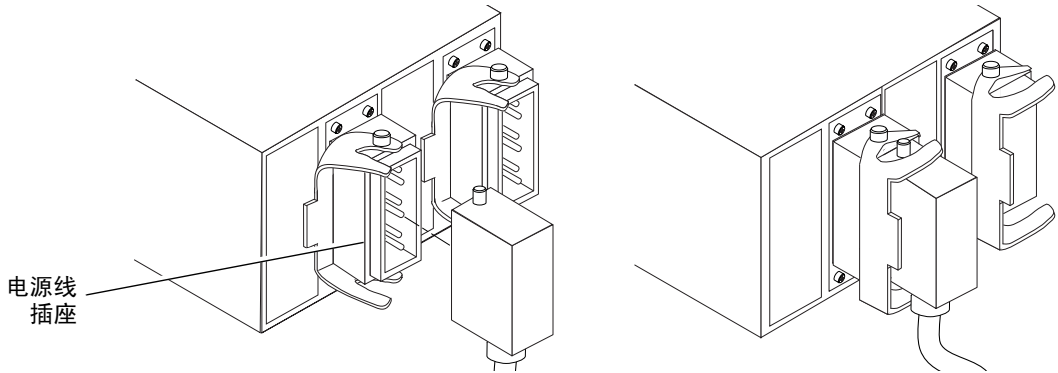

图 2-8 将电源线连接至 RTS 模块
7. 将电源线连至 RTS 模块，然后用锁定手柄锁住连接器（图 2-8）。